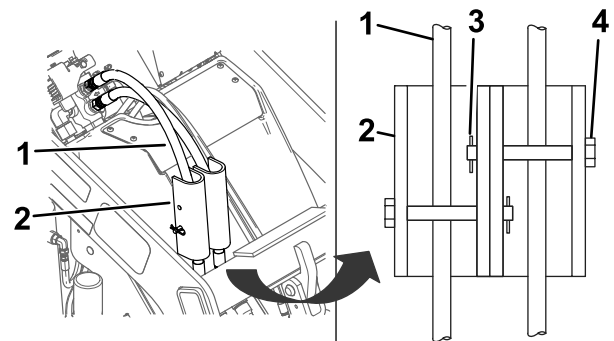

Figura 26
7. Abbassate i blocchi del cilindro sui flessibili idraulici e fissateli con il cavallotto con perno e la coppiglia (Figura 26).